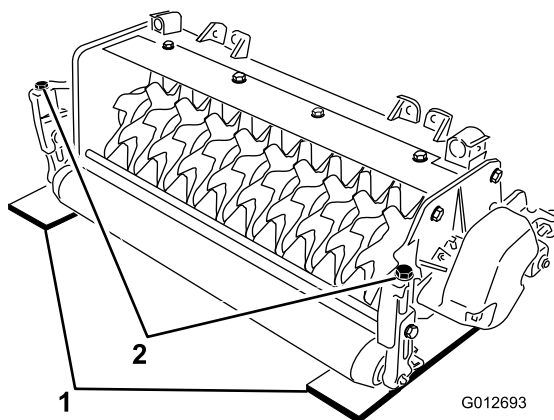

Figure 4
2. Placez 2 jagues de profondeur, qui ont la profondeur de pénétration des lames voulues, en dessous du sol, sous les rouleaux avant et arrière du cylindre de verticutting (une à chaque extrémité du cylindre) (Figure 4).
3. Tournez le boulon de réglage sur chaque support de hauteur de coupe (Figure 4) afin que les lames du cylindre rencontrent la surface plane à chaque extrémité.